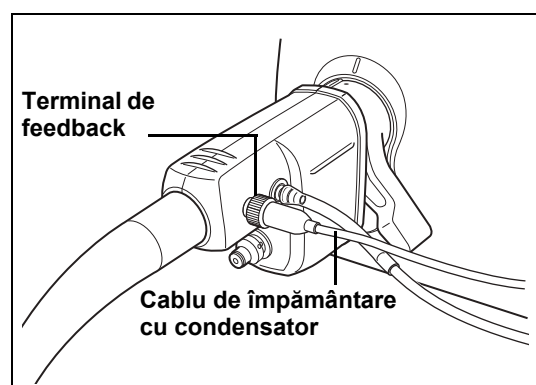

Figura 3.6
- 2** Conectați celălalt capăt al cablului de împământare cu condensator la terminalul de feedback aflat pe conectorul PVE al endoscopului. (Consultați Figura 3.6.)